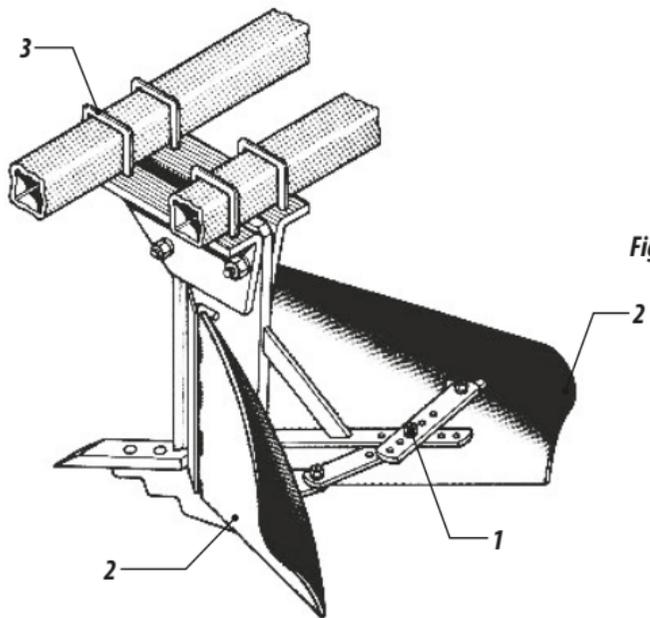

Figura 7
04-Para aumentar o disminuir el espaciado entre líneas se debe soltar las tuercas (1) de la abrazaderas (3) Figura 7 y desplazar las astas (2) completas para la posición ideal. Reajustar las tuercas (1) nuevamente.
05-Para aumentar o disminuir el espaciado entre líneas se deben soltar las tuercas de las abrazaderas,(3) Figura 7 y desplazar las astas completas para la posición ideal. Reajustar las tuercas nuevamente.